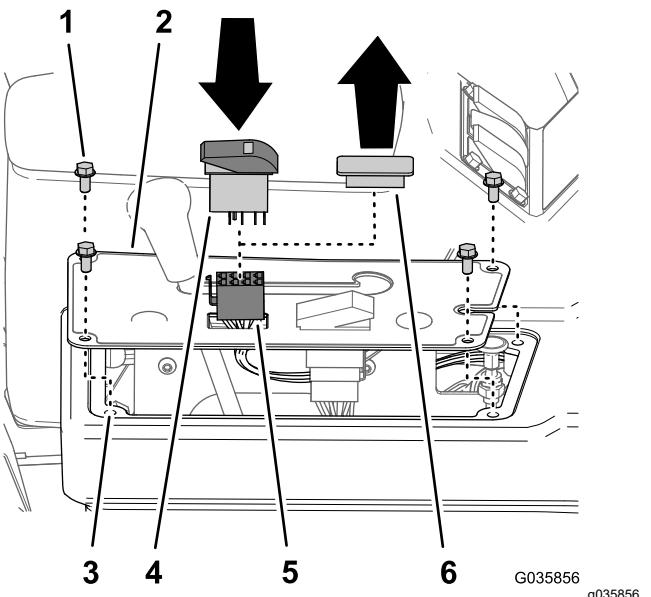

Bild 33
1. Entfernen Sie die vier Bundkopfschrauben (1/4" x 1/2") (falls vorhanden), mit denen die Abdeckung des Bedienfelds oben an der Konsole befestigt ist, wie in Bild 33 abgebildet.
2. Entfernen Sie die Schalterblende von der Abdeckung des Bedienfelds der Konsole (Bild 33).
3. Stecken Sie den 8-Buchsen-Stecker des Kabelbaums des Finishingkits für den Ultra Sonic Boom durch die Öffnung in der Abdeckung des Bedienfelds (Bild 33).
4. Schließen Sie den 8-Buchsen-Stecker des Kabelbaums des Finishingkits für den Ultra Sonic Boom, der mit SONIC MODE MANUAL VS. AUTO beschriftet ist, am Kippschalter an (Bild 33).
5. Setzen Sie den Kippschalter in die Öffnung im Bedienfeld, bis der Schalter einrastet (Bild 33).
6. Fliechten Sie die Löcher in der Abdeckung des Bedienfelds mit den Löchern in der Oberseite der Konsole aus (Bild 33).
7. Befestigen Sie das Bedienfeld mit den vier in Schritt 1 entfernten Schrauben an der Konsole (Bild 33).